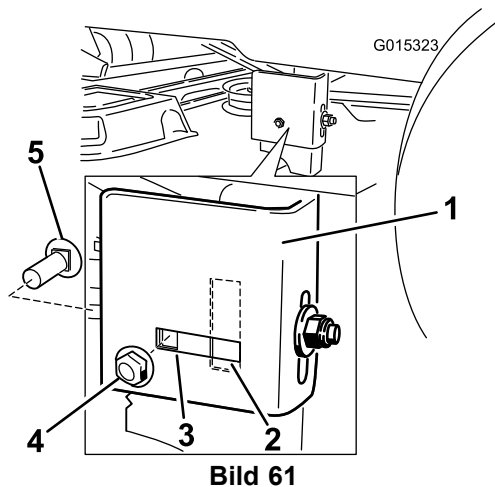

Bild 61
7. Gehen Sie zur linken Seite der Maschine. Prüfen Sie, ob die seitliche Schlossschraube in der arretierten oder geschlitzten Stellung ist (Bild 61).
8. Wenn die seitliche Schlossschraube in der arretierten Stellung ist, entfernen Sie die seitliche Schlossschraube und seitlich Arretiermutter von der arretierten Stellung und setzen sie in die geschlitzte Einstellstellung ein (Bild 61).